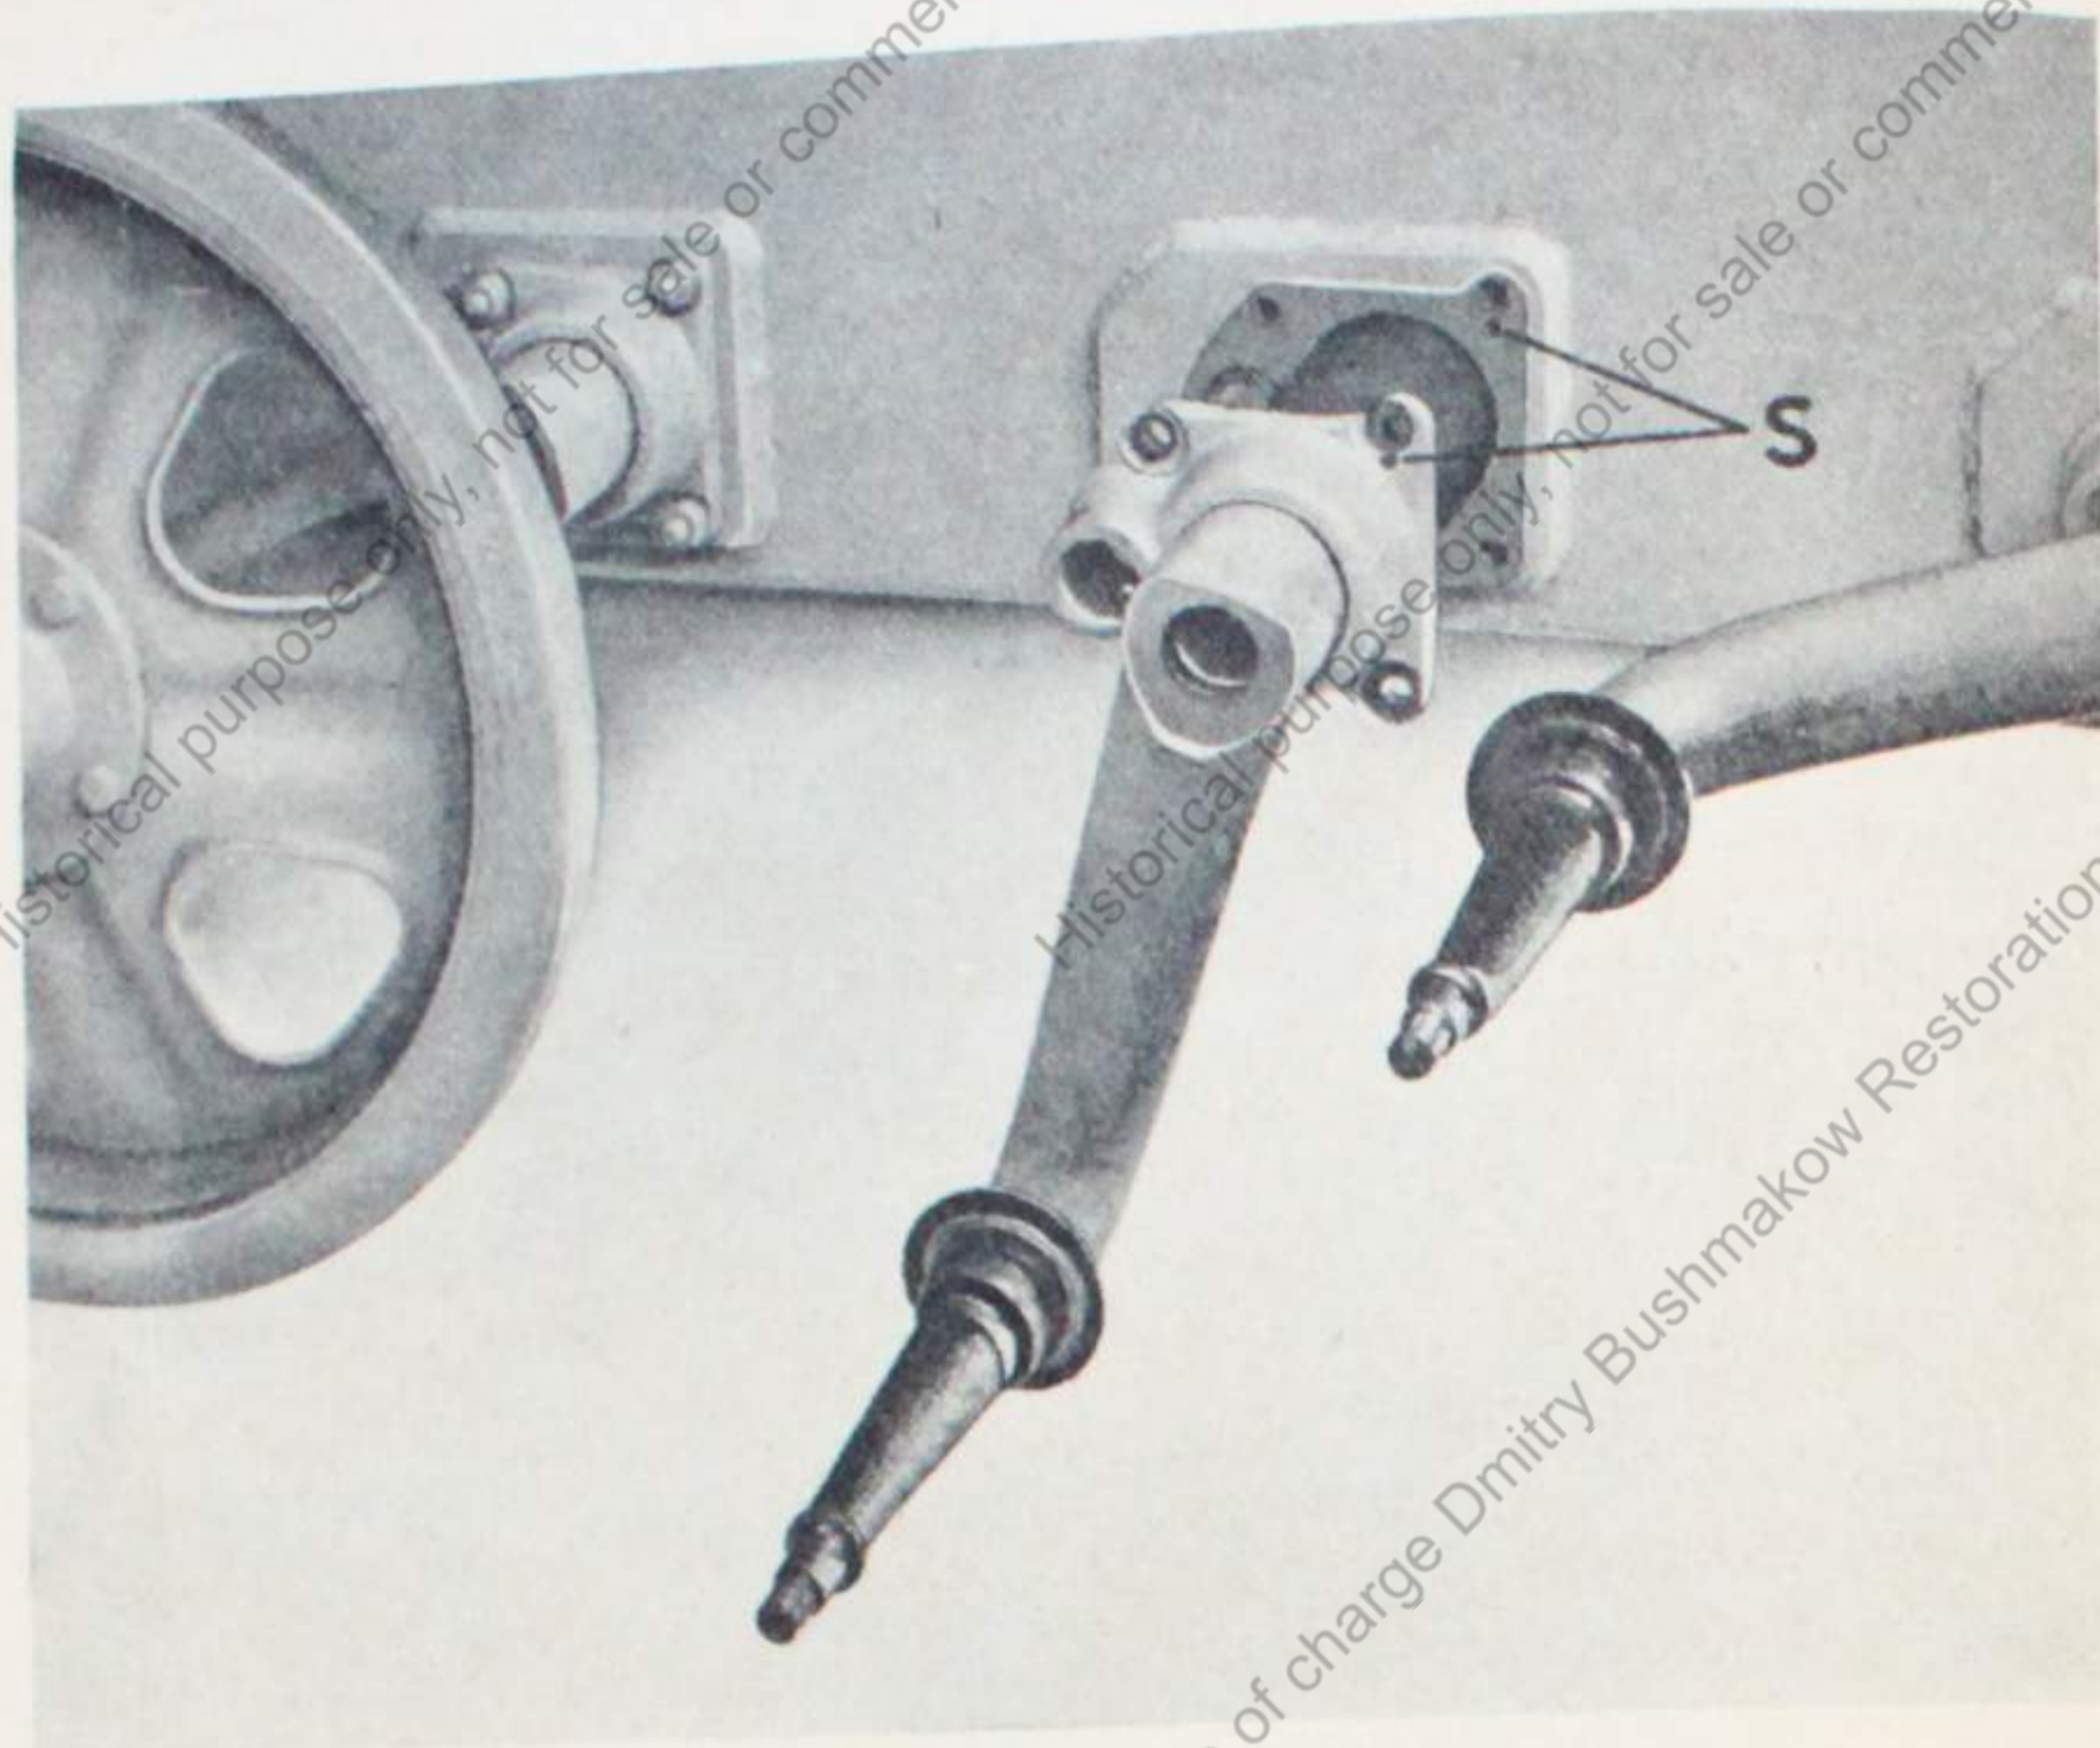

Bild 61
### Laufrad-Schwingen-Ausbau (Bild 61)
3. Beim **Einsetzen** auf den Sicherungsstift S (Bild 61) achten, der nach Einschieben der Schwinge am Lager in die entsprechende Bohrung geschlagen werden muß. — Federringe unter den Halteschrauben nicht vergessen!
Schwingeneinbau entsprechend dem Ausbau nach Bild 61. — Vor Einschlagen des Drehstabes muß die Schwinge die richtige Winkelstellung (entsprechende Verspannung des Drehstabes) haben. Abstand zwischen Lagerbund der Schwinge und Oberkante der Panzerwanne etwa 420 mm.